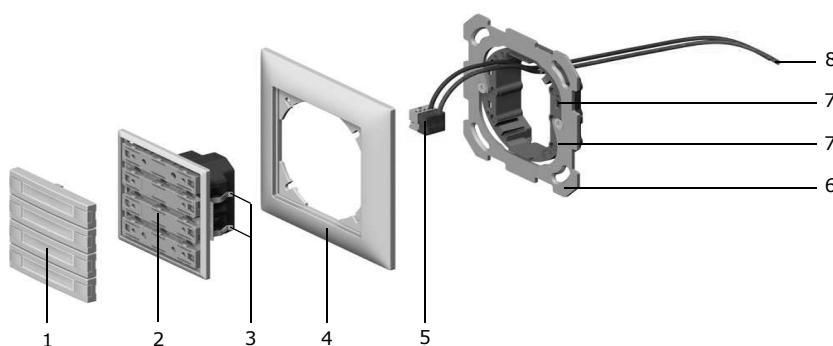

Fig. 1 Einbau | Montage | Montaggio
1. Mantel der Busleitung (8, Fig. 1) ca. 25 - 35 mm abisolieren, ebenso die Busleiter ca. 5 mm abisolieren.
2. Busleiter an die EIB-Klemme (5) anschließen (rot an "+" und schwarz an "-").
3. Montageaufnahme mit Halterung (6) in den Einlasskasten oder auf die Anschlussdose an der Wand montieren.
4. Busleitung (8) mit der EIB-Klemme (5) durch den Abdeckrahmen (4) führen und mit der Bedienoberfläche (2) verbinden.
5. Bedienoberfläche (2) mit Bedientasten (1) und Abdeckrahmen (4) so auf die Montageaufnahme (6) aufsetzen, dass die Haltefedern (3) der Bedienoberfläche in die Schlitze (7) der Halterungen zu liegen kommen.
6. Bedienoberfläche (2) an die Montageaufnahme (6) andrücken, bis die Haltefedern (3) einrasten.
1. Dénuder la gaine de la ligne de bus (8, Fig. 1) sur 25 à 35 mm, dénuder également les conducteurs de bus sur environ 5 mm.
2. Connecter les conducteurs de bus à la borne EIB (5) (rouge sur "+" et noir sur "-").
3. Monter le support de montage avec bague de fixation (6) dans la boîte d'encastrement ou sur la boîte de raccordement au mur.
4. Faire passer la ligne de bus (8) avec la borne EIB (5) à travers le cadre (4) et la connecter à l'interface utilisateur (2).
5. Monter l'interface utilisateur (2) avec les touches de commande (1) et le cadre (4) sur le support de montage (6) de façon que les ressorts coudés (3) de l'interface utilisateur se placent dans les encoches (7) de la bague de fixation.
6. Presser l'interface utilisateur (2) contre le support de montage (6) jusqu'à ce que les ressorts coudés (3) s'enclenchent.
1. Spolare il cavo bus (8, Fig. 1) per circa 25 - 35 mm, ed anche il conduttore del bus per circa 5 mm.
2. Collegare il conduttore bus al morsetto EIB (5) (rosso con "+" e nero con "-").
3. Montare l'alloggiamento di montaggio (6) con l'anello di ritegno nella scatola incassata o sulla presa a muro.
4. Introdurre il cavo del bus (8) con il morsetto EIB (5) attraverso il telaietto di copertura (4) e collegarlo con la tastiera (2).
5. Applicare la tastiera (2) con i tasti di comando (1) e il telaietto di copertura (4) sull'alloggiamento di montaggio (6) in modo che le linguette (3) della tastiera si innestino negli interstizi (7) dell'anello di ritegno.
6. Premere la tastiera (2) sull'alloggiamento (6) fino a far innestare in sede le linguette (3).